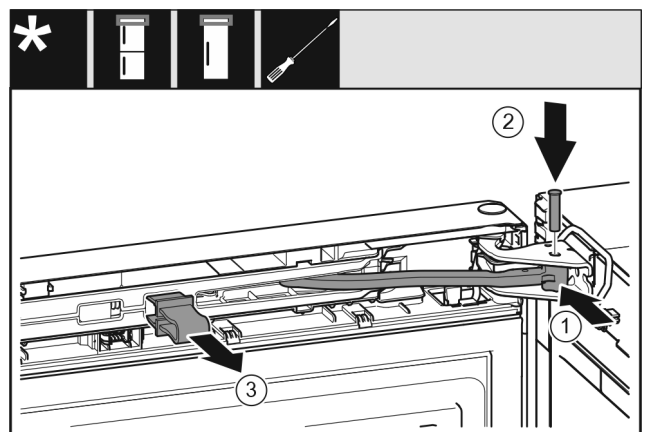

Fig. 30
- Gelenk Fig. 30 (1) in Lagerbock drehen.
- Bolzen Fig. 30 (2) in Lagerbock und Gelenk einsetzen. Dabei darauf achten, dass der Rastnocken korrekt in der Nut sitzt.
- Sicherung Fig. 30 (3) abnehmen.